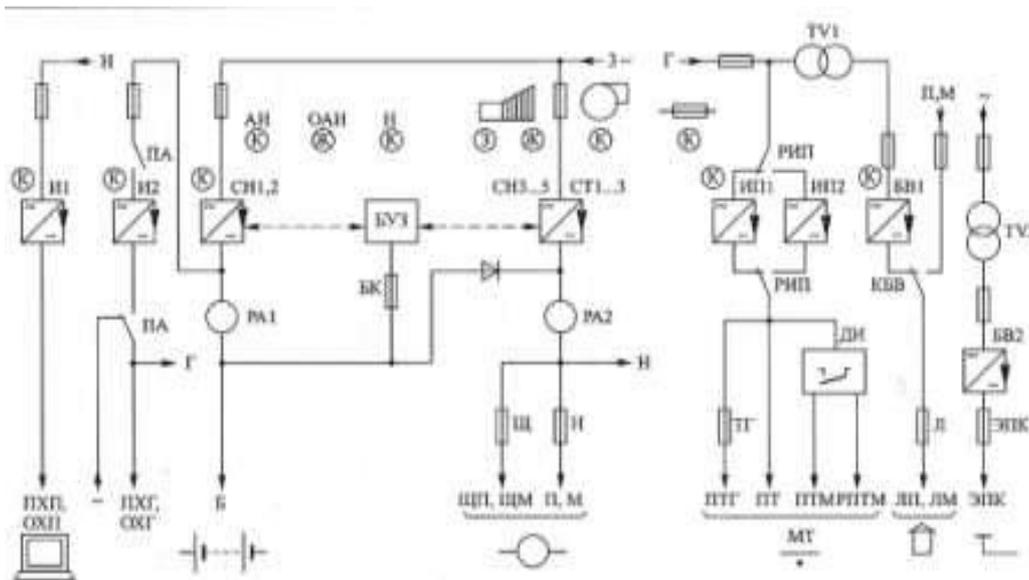

Рисунок 8. Мнемосхема панели ПВП1-ЭЦК с разводкой питания
7.9.4. Для удобства обслуживания на широкой двери с лицевой стороны панели ПВП1-ЭЦК выполнена мнемосхема разводки питания (рисунок 8) с указанием расположения измерительных приборов, основных узлов панели и нагрузок, индикаторов и приборов защиты.